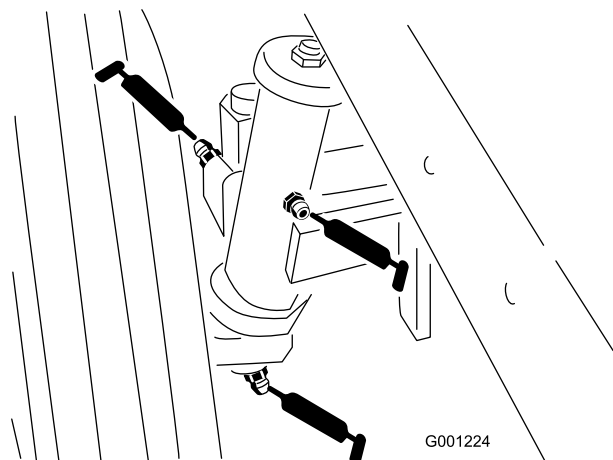

Figura 42
- Casquillos del eje de la rueda trasera (Figura 42)